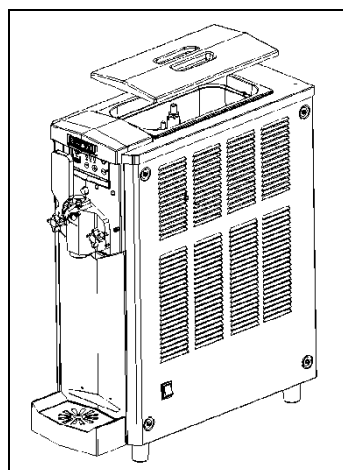

Fig. 30
- Retirer le couvercle du bac supérieur (fig.30).